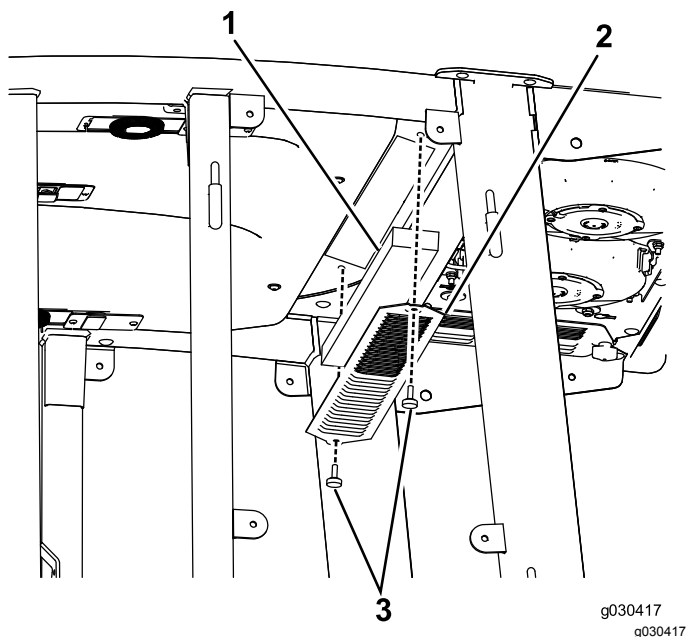

Figura 22
1. Rimuovete le viti a testa zigrinata e le griglie sia dal filtro dell'aria interno alla cabina, sia da quello sulla parte posteriore della cabina (Figura 22).